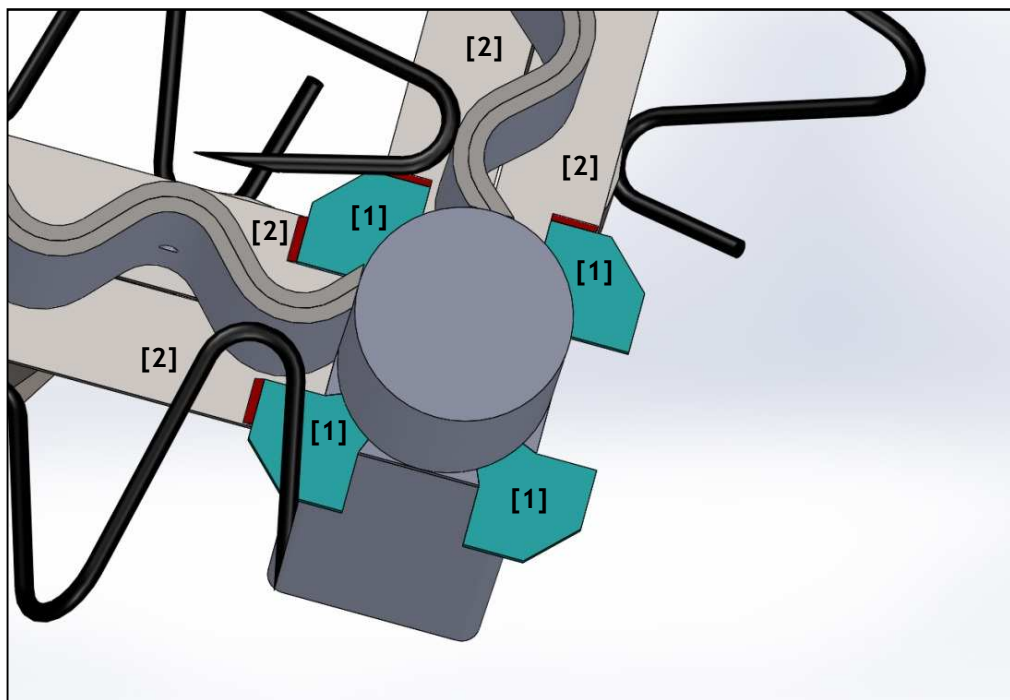

Bild 3: Kreuzungselement zwischen 2 sich kreuzenden Cosinus Gleitprofil® Fugen
**Schritt 5:** Platzieren Sie das Kreuzungselement oberhalb der Fugen und verschweißen Sie die beweglichen Stahlplättchen des Kreuzungselements [1] mit der Fließbarriere (2 Stahlplatten 35 x 3 mm) [2] des Fugenprofils. In Bild 3 symbolisiert die rote Linie die auszuführende Schweißverbindung.